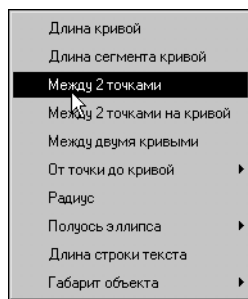

Рис. 28.12. Активизация команды Геометрического калькулятора
9. Чтобы задать длину отрезка, щелкните правой клавишей мыши в поле **Длина** на Панели свойств. Вызовите команду **Между двумя точками** из меню Геометрического калькулятора (рис. 28.12).